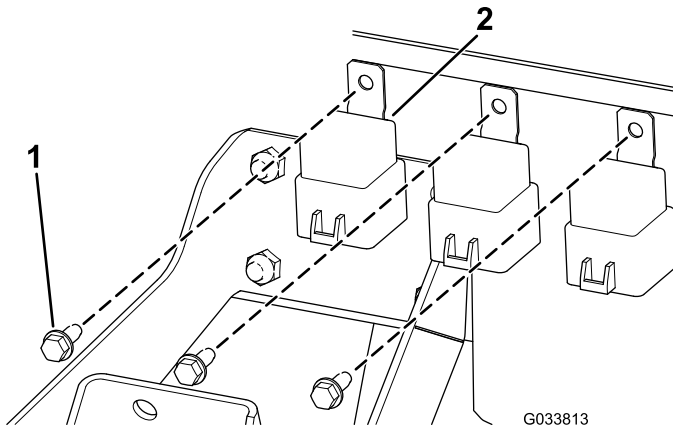

Figure 7
1. Fixez les 3 relais dans le cadre du panneau de commande à l'aide de 3 vis à tête hexagonale (1/4" x 5/8"), comme montré à la Figure 7.